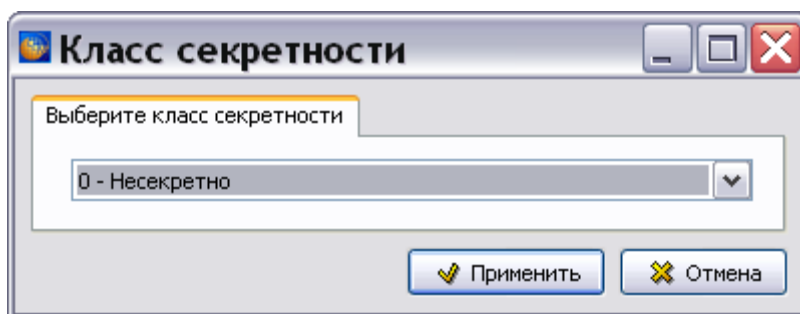

Рис. 21.204
- **Замена класса секретности.** В таблице результатов анализа выделите строку с версией МД и нажмите на кнопку **Заменить**. В окне **Класс секретности** выберите из выпадающего списка класс секретности (Рис. 21.204) и нажмите на кнопку **Применить**.